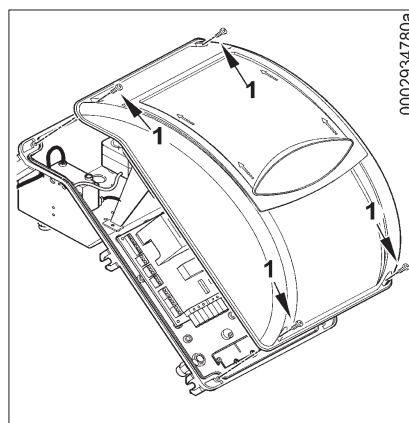

Figura 5
- 5) Per una corretta risistemazione dello sportellino trasparente sul quadro procedere come indicato in figura 5: posizionare i ganci in corrispondenza delle rispettive sedi (9), far scorrere lo sportellino nella direzione indicata dalla freccia fino ad avvertire un leggero scatto. A questo punto è garantita un'adeguata tenuta.